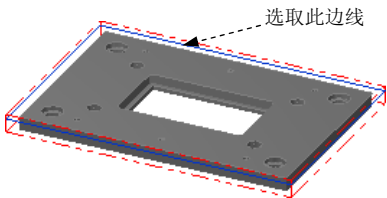
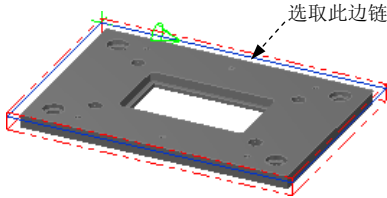

图 2.6 选取区域
图 2.7 定义区域
Step3. 设置加工区域。在图形区中选取图 2.6 所示的边线，系统自动选取图 2.7 所示的边链。单击 **✓** 按钮，完成加工区域的设置，同时系统弹出“2D 刀具路径 - 平面铣削”对话框。